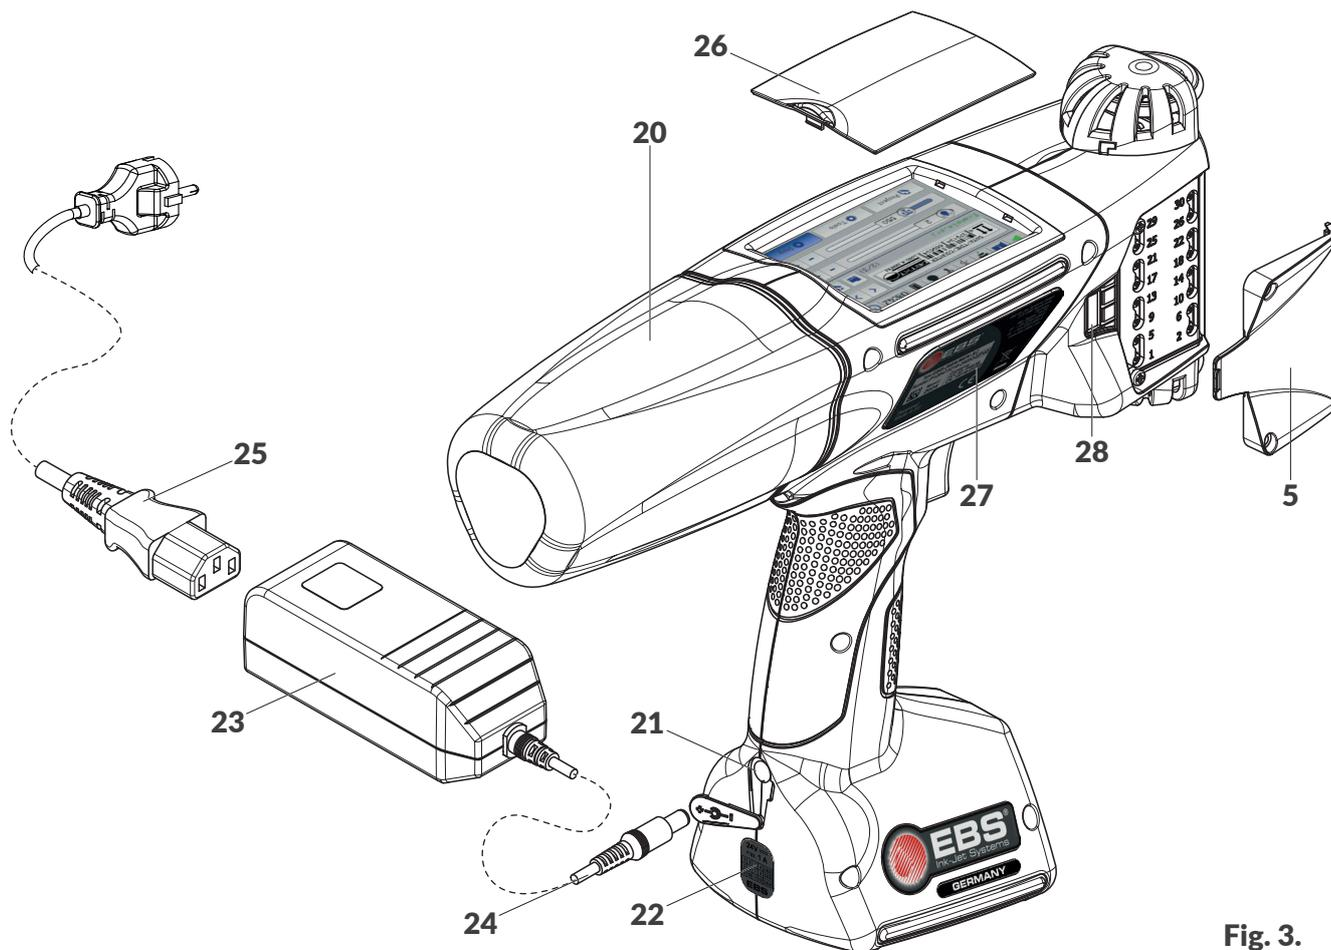

Fig. 3.
* Según el país de destino, el enchufe del cable de alimentación puede diferir del modelo mostrado en la Fig. 3.
Para acceder a las tomas (**28**; véase la Fig. 3 en la página 16), se necesita retirar la cubierta **5** de protección de los tornillos de ajuste del dispositivo de impresión, en el lado derecho o izquierdo de la impresora.
* Según el país de destino, el enchufe del cable de alimentación puede diferir del modelo mostrado en la Fig. 3 en la página 16.